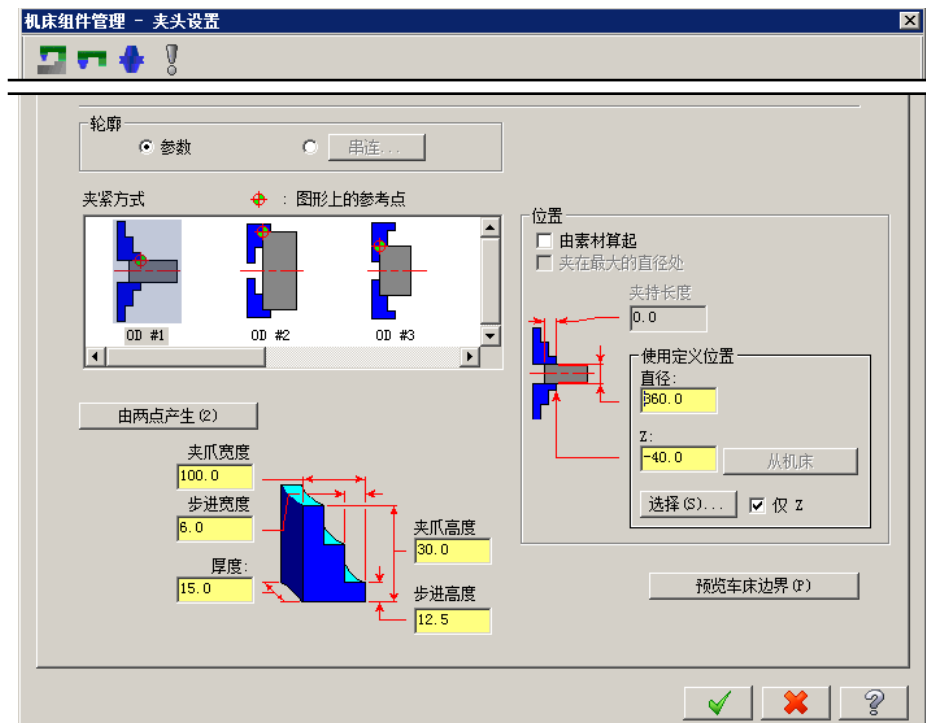
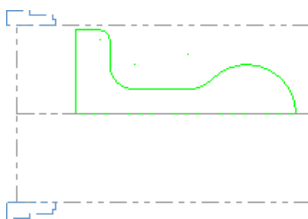

图 8.3 “机床组件管理 - 夹头设置”对话框
图 8.4 预览夹爪形状和位置
Step5. 设置夹爪的尺寸。参数设置如图 8.3 所示，单击**预览车床边界**按钮查看夹爪，结果如图 8.4 所示。按 Enter 键，然后在“机床组件管理-夹头设置”对话框中单击**✓**按钮，返回至“机器群组属性”对话框。